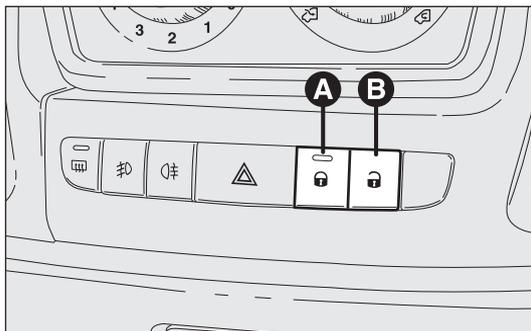

Abb. 118
Wenn eine oder mehrere Türen offen sind, blinken nach dem Drücken der Taste  an der Fernbedienung die Fahrtrichtungsanzeiger und die LED an der Taste A-Abb. 118 etwa 3 Sekunden lang schnell. Bei aktivierter Funktion sind die Tasten A und B Abb. 118 deaktiviert. Führt man einen schnellen Doppelclick der Taste  an der Fernbedienung aus, wird die Dead Lock-Vorrichtung aktiviert (siehe Kapitel „Dead Lock-Vorrichtung“).
Zum Verriegeln der Türen die Taste A-Abb. 118 drücken, zum Entriegeln der Türen die Taste B. Das Ver- und Entriegeln erfolgt zentralisiert (vorne und hinten). Bei verriegelten Türen leuchtet die LED auf der Taste A, durch Drücken der Taste B werden alle Türen zentral entriegelt und die Kontrollleuchte erlischt. Bei entriegelten Türen leuchtet die LED nicht, durch Drücken der Taste werden alle Türen zentral verriegelt. Die Türverriegelung wird nur aktiviert, wenn alle Türen geschlossen sind.
Die Türen können nicht mit der Taste A-Abb. 118 am Bedienfeld am Armaturenbrett entriegelt werden.
- Tasten A-B-Abb. 118 zur Ver- bzw. Entriegelung
Das erfolgte Einschalten der Vorrichtung wird durch dreimaliges Blinken der Fahrtrichtungsanzeiger und durch Blinken der LED in der Taste A-Abb. 118 am Bedienfeld im Armaturenbrett gemeldet.